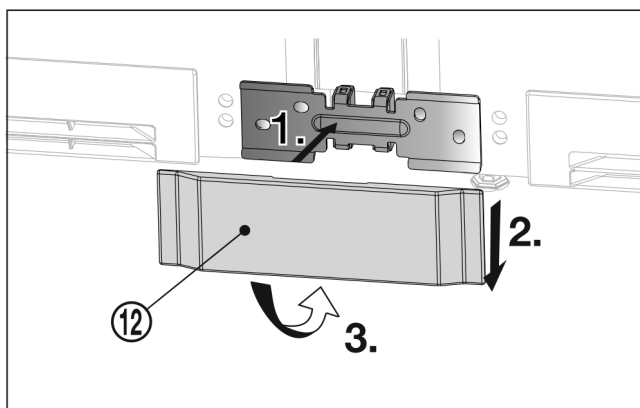

Fig. 32
- ▶ Насадите нижнюю крышку Fig. 32 (12) спереди на угол Fig. 32 (1), сдвиньте вниз Fig. 32 (2) и зафиксируйте снизу Fig. 32 (3).